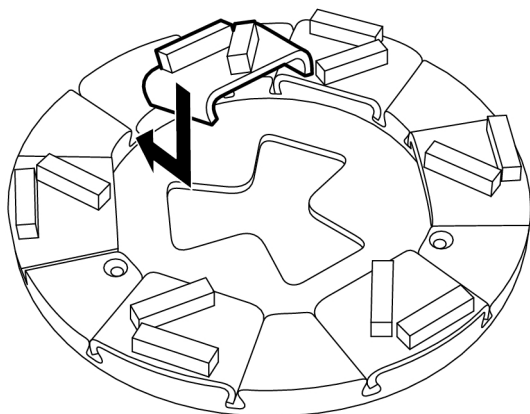

Figure 4-11. Mise en place de l'outil de ponçage
1. Insérez l'outil de ponçage par le haut, légèrement de travers, dans la rainure de guidage du support, voir Figure 4-11, page 23. Introduisez ensuite l'outil complètement dans la rainure de guidage.
2. Insérez le nouvel outil de ponçage par le haut, légèrement de travers, dans la rainure de guidage du support, voir Figure 4-11, page 23. Introduisez ensuite l'outil complètement dans la rainure de guidage.
3. Montez l'outil prévu sur la machine, voir Figure 4-11, page 23.